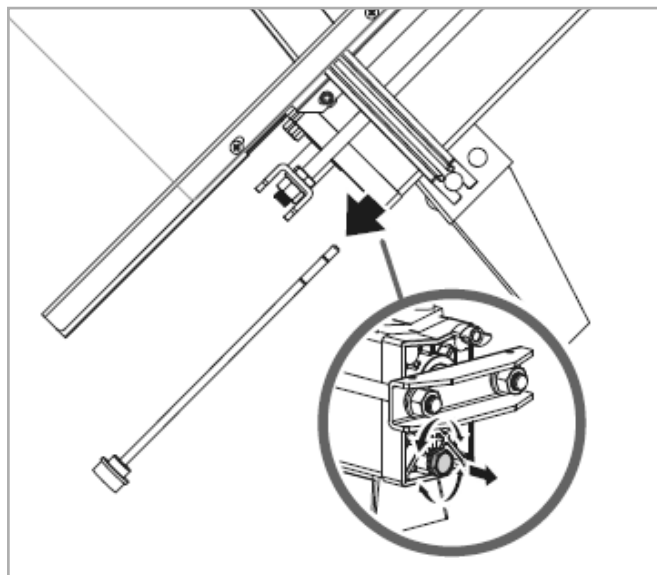

FIG. 20
- Skru olieaftapningsbolten af med oliepinde for at fjerne den (fig. 20).